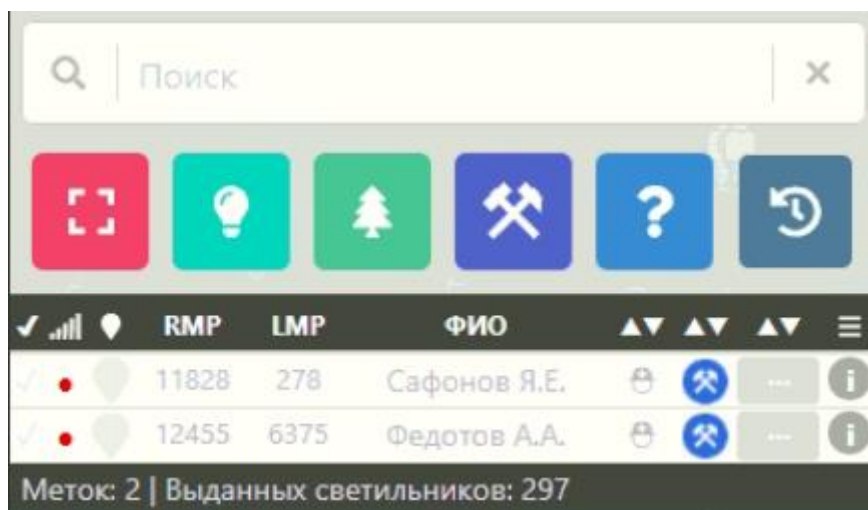

Рисунок 30 – Отображение сотрудников, попавших в зону с зонным позиционированием.
2.11.2.3. Цифрами (1) и (2) обозначены входы в зону. У зоны может быть как один вход, так и несколько. У каждой зоны есть счетчик (3), который показывает, сколько людей находится в зоне в данный момент. При нажатии ЛКМ на данный счетчик будут показаны ФИО сотрудников в этой зоне (рисунок 30).